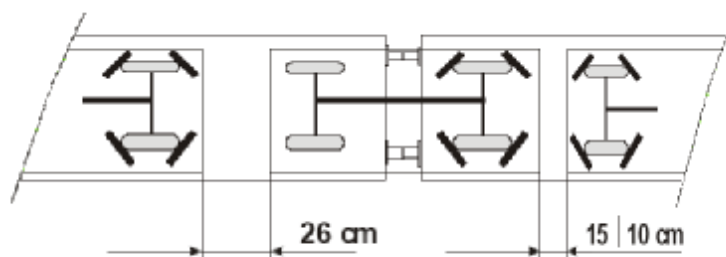

Bild 1
- n 260 mm bei Fahrzeugen, die über oder nächst einer Kurzkuppelstelle der Wagen (Wagenmitte der Bauarten 330, 553, 556, 557 und 558) verladen sind, im Bereich der ungesicherten Achse (siehe Bild 1).
- n 260 mm bei Fahrzeugen, die über oder nächst einer Kurzkuppelstelle der Wagen (Wagenmitte der Bauarten 330, 553, 556, 557 und 558) verladen sind, im Bereich der ungesicherten Achse (siehe Seite 3, Bild 1).